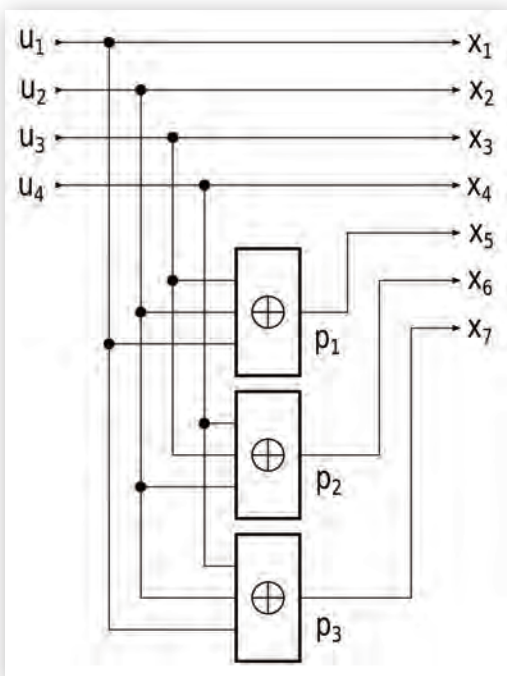
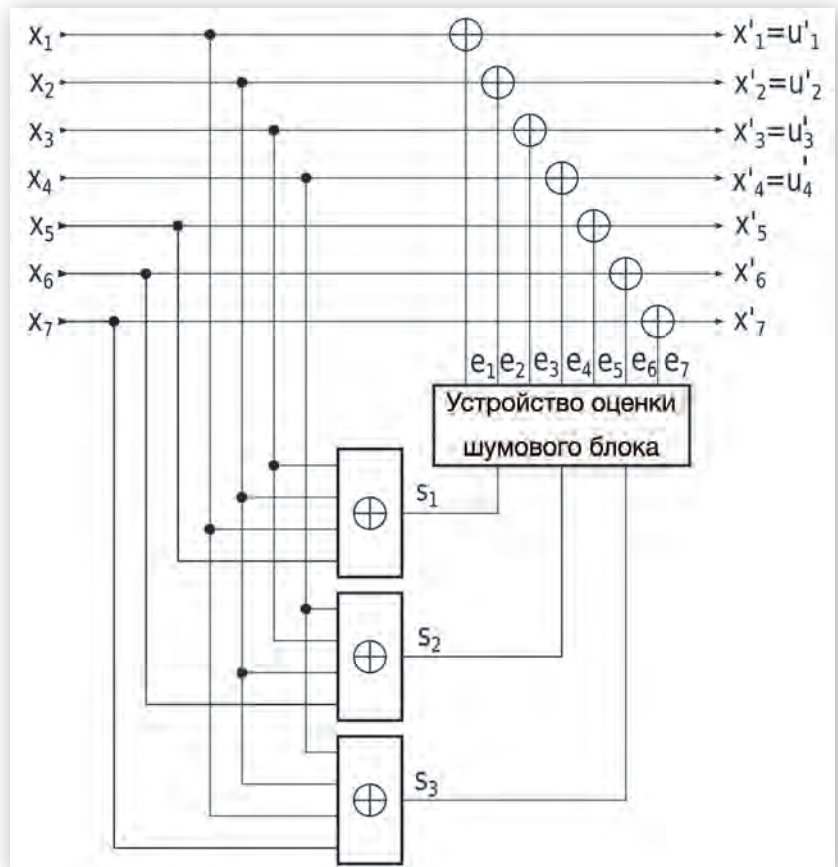

Рис. 7. Схема кодера на основе (7, 4)-кода Хэмминга
Рис. 8. Схема декодера на основе (7, 4)-кода Хэмминга
Схема кодера, в котором используется (7, 4)-код Хэмминга, показана на рис. 7. Она реализована с применением трех сумматоров по модулю 2, которые формируют проверочные символы в соответствии с соотношениями (7). Схема декодера (7, 4)-кода Хэмминга показана на рис. 8. В ней используются семь сумматоров по модулю 2, которые вычисляют три компонента синдрома в соответствии с формулами (35). Устройство оценки шумового блока находит элементы блока шумов, которые определяются по методу наибольшего правдоподобия в соответствии с данными табл. 14. На выходе сумматоров по модулю 2 получаются оценки блока кодовых символов x , отправленного в канал связи. При использовании систематического кодирования первые четыре выходных символа (x'_1, \dots, x'_4) представляют собой оценки символов отправленного информационного блока u .